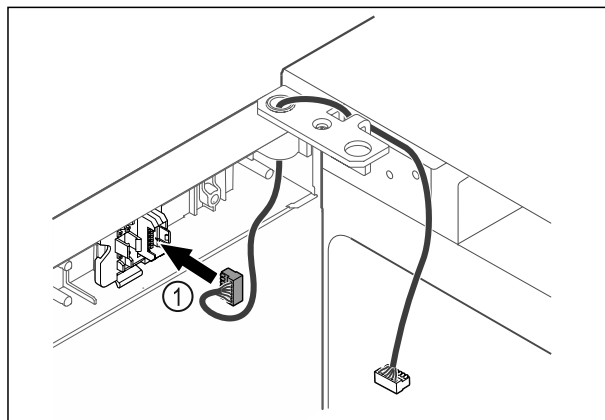

Fig. 48
- Sett pluggen Fig. 48 (1) i pluggholderen.